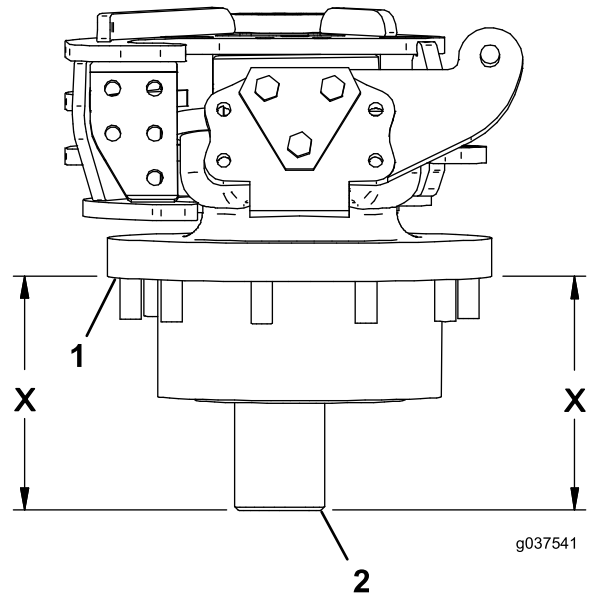

Figura 8
4. Asegúrese de que la cara del cubo esté en posición paralela respecto del borde del tubo en el soporte de montaje del bastidor sin superar 1.6 mm (1/16 pulgada); observe la dimensión “X” en los lados del cubo en Figura 8.